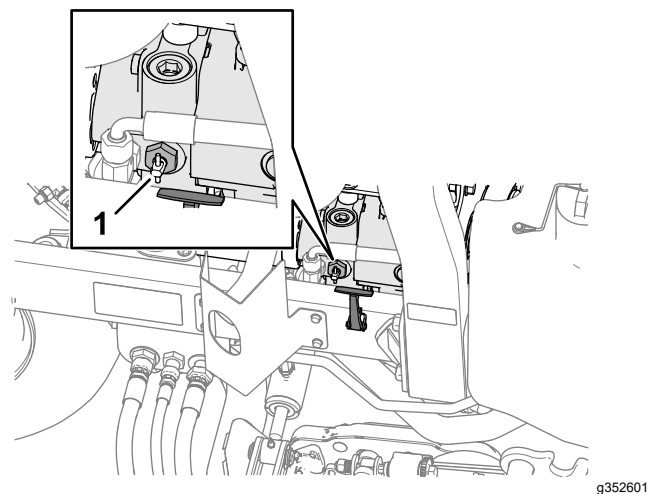

Figura 48
2. Vicino al fermo del cofano di destra, ruotate la maniglia della valvola di bypass sulla pompa di 90° (Figura 48).